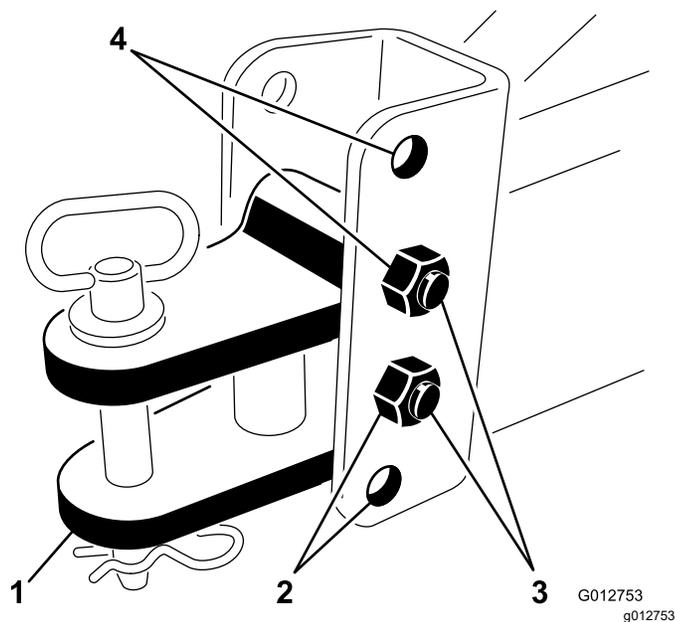

Figure 4
2. Montez ou descendez le crochet d'attelage du cadre de transport selon la hauteur de l'attelage de la machine. Utilisez les trous de montage appropriés, comme montré dans le tableau ci-après et à la Figure 4.